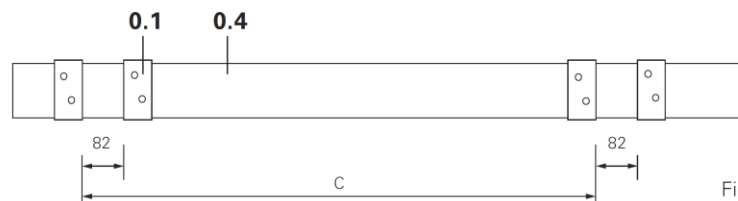

Fig. A1.02
бичмента (0.1) ( Fig. A1.02)
- За разстоянието вижте (Fig. A1.02)